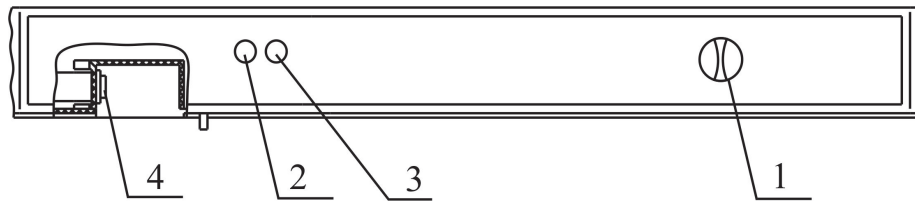

Рис. 2 Схема расположения приборов управления и сигнализации
6.1 Включение и отключение холодильника производится штепсельной вилкой сетевого шнура (не рекомендуется тянуть за сетевой шнур). Загоревшаяся зеленая лампа 2 (рис.2) на панели свидетельствует о том, что холодильник включен в электросеть. Желтая индикаторная лампа 3 горит при работе холодильника в режиме замораживания.
6.2 Температурный режим в холодильной камере устанавливается путем поворота ручки терморегулятора 1 (рис.2) до выбранного по шкале температурного режима. При этом:
6.3 Если Вы хотите сократить время замораживания продуктов, то можете использовать режим замораживания. Режим замораживания включается нажатием клавиши переключателя 4 (рис.2). При этом на панели загорается индикаторная лампа 3 (рис.2).
ВНИМАНИЕ! Не позднее 24 часов после загрузки последней партии продуктов переведите холодильник в режим хранения, нажав клавишу переключателя 4, при этом индикаторная лампа 3 (рис.2) гаснет.